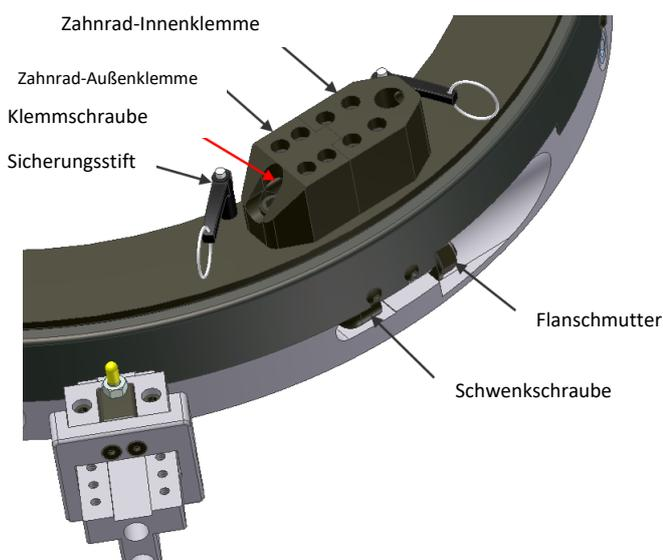

Abbildung 3
3. Die 2 Schwenkschrauben-Flanschnuttern im Gehäuse lockern und die Schrauben aus den Taschen herausschwenken. Die 2 Klemmschrauben auf den Zahnradhälften losschrauben und die Clamshell-Hälften trennen, indem sie gerade auseinandergezogen werden (siehe Abb. 3).